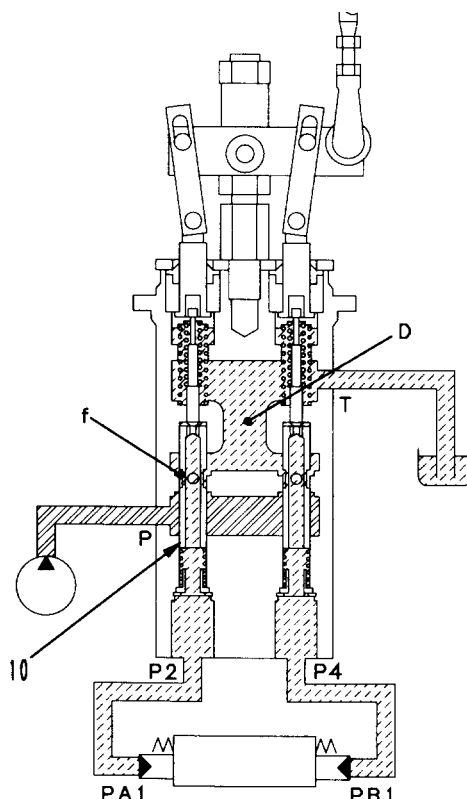

Рис. 1
1. Рычаг управления в нейтральном положении (рис. 1)